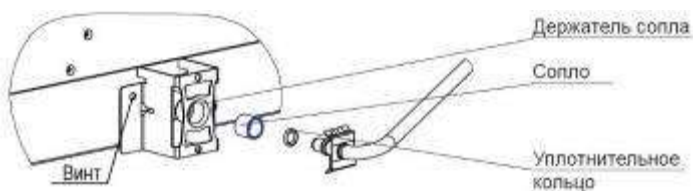

Рис. 9. Замена сопла подовой горелки
- Отверткой отсоединить клипсу крепления газопровода от скобы и заменить сопло согласно Табл. 2 (Рис. 9).